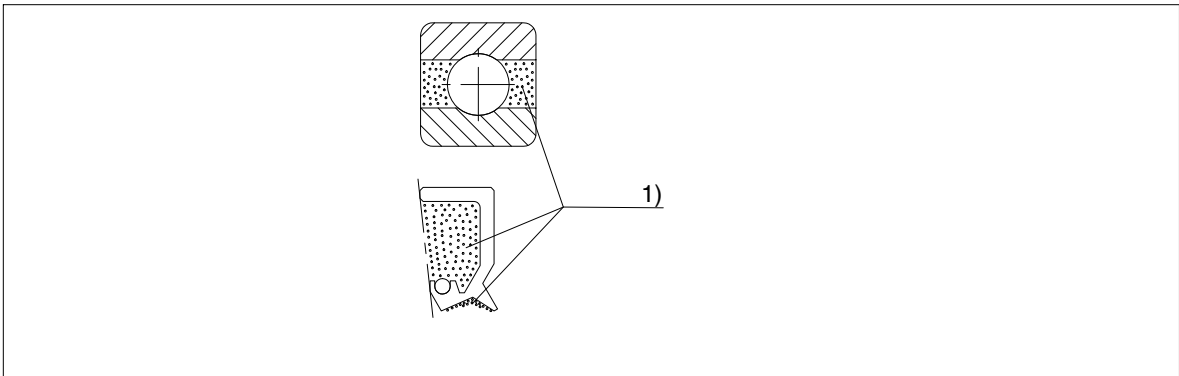

Bild 18: Befetten der Wälzlager und der Wellendichtringe
- O-Ring (114) ist zur Montageerleichterung leicht fetten.
- Die Wälzlager (109, 134) mit Fett (freigegebene Fette siehe Tabelle 10) beidseitig einfetten. In die Räume zwischen den Wälzlagern kein zusätzliches Fett einbringen (siehe Bild 18).
- Die Wellendichtringe (111, 132, 183, 193, 199) mit einer Fettfüllung zwischen der Staub- und der Dichtlippe montieren (siehe Bild 18).